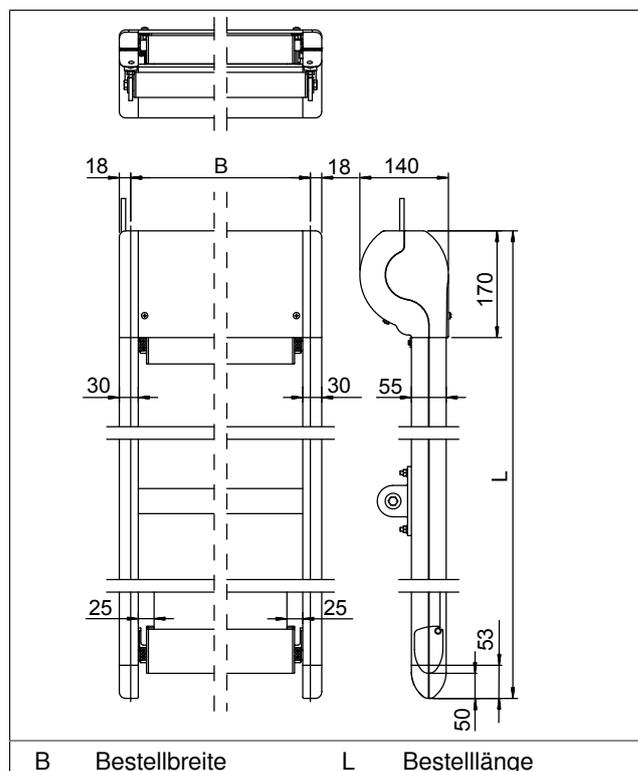
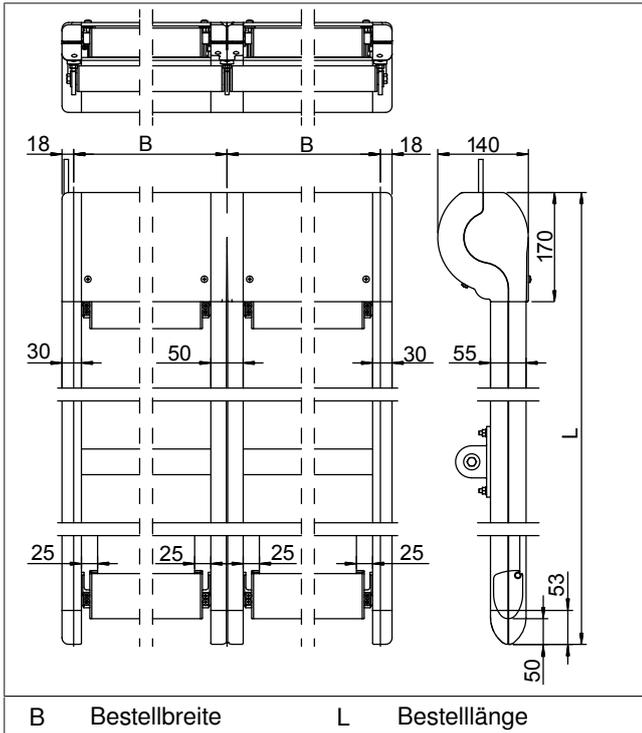
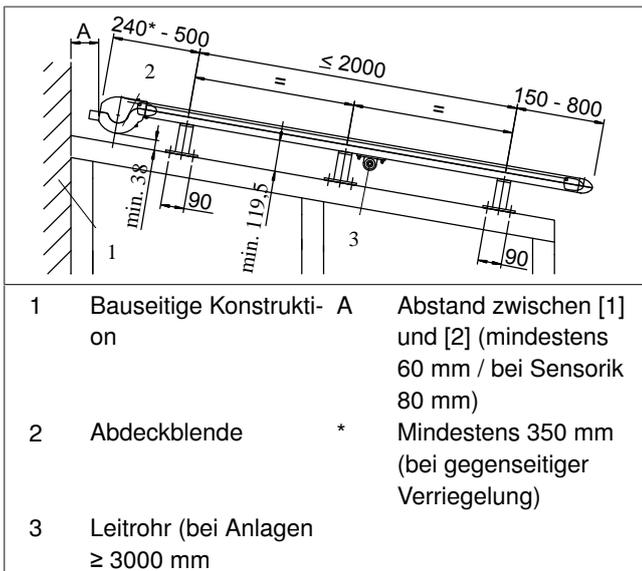

Abb. 3: Maße Einzelanlage W6 (alle Angaben in mm)
Abb. 4: Maße gekoppelte Anlage W6 (alle Angaben in mm)
Abb. 5: Minimal-/Maximalabstände (alle Angaben in mm)
- Führungsschienenhalter in einer Flucht unter Berücksichtigung der notwendigen Abstände (siehe Abb. 3, Abb. 4 und Abb. 5) auf den Profilen des Wintergartens montieren!